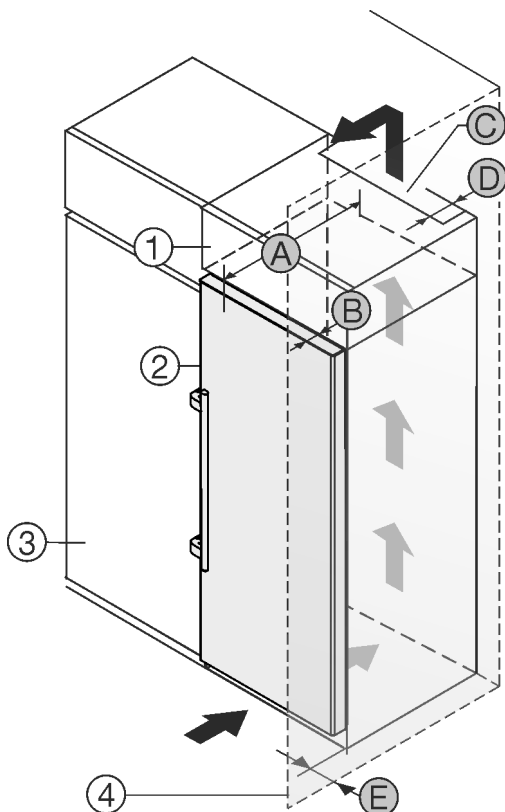

Fig. 2
Вы можете установить устройство непосредственно рядом с кухонным шкафом Fig. 2 (3).*
На задней стенке дополнительного шкафчика должен быть вентиляционный канал с глубиной Fig. 2 (D) по всей ширине этого шкафа.*
Нужно соблюдать вентиляционное отверстие Fig. 2 (C) под нижней панелью.*
Если устройство устанавливается на шарнирах у стены Fig. 2 (4), то расстояние между устройством и стеной должно быть не менее 57 мм. Это соответствует расстоянию, на которое выступает ручка при открытой дверце.*
Чтобы можно было полностью открыть дверь, устройство должно выступать на глубину двери Fig. 2 (B) относительно передней стенки кухонного шкафа. В зависимости от глубины кухонных шкафов Fig. 2 (3) и использования пристенных распорок устройство может выступать и больше.*